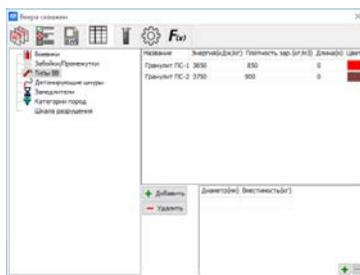

Рис.2.4. Вкладка справочной информации
- Вкладка **Справочная информация**  (Рис. 2.4.) содержит таблицы для корректного формирования конструкций зарядов и расчетов.